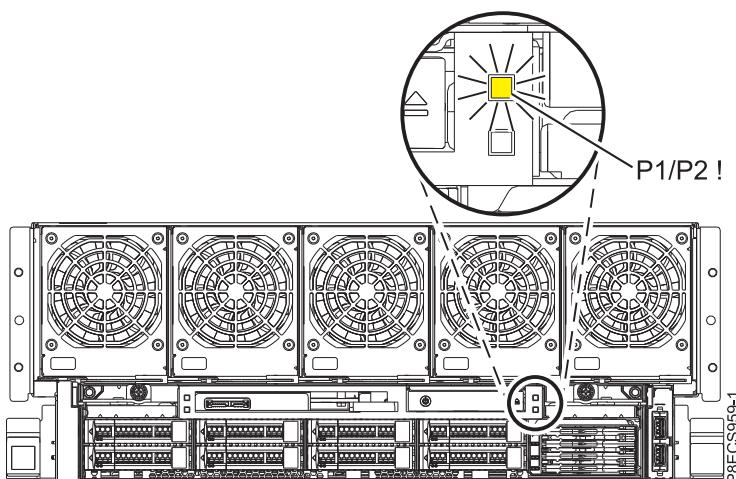

図 1. 8408-44E または 8408-E8E システム上の前面 **P1/P2 !** 障害ロールアップ LED
5. **P1/P2 !** 障害ロールアップ LED の状態を書き留めます。この LED は、8408-44E または 8408-E8E システムの前面にあります (図 1 を参照)。